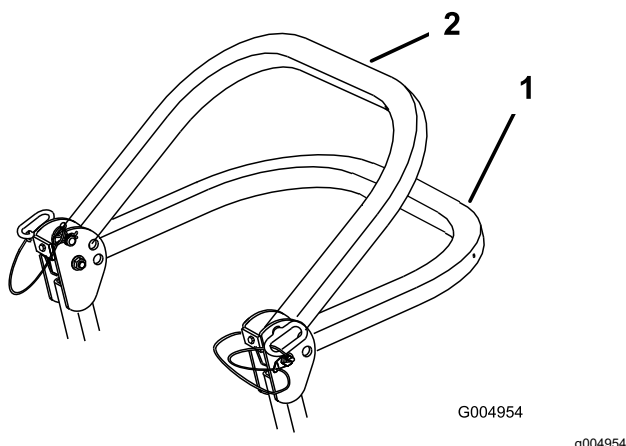

Figure 4
2. Faites pivoter l'arceau de sécurité à la position abaissée (Figure 4).
Remarque: La position abaissée est à 2 niveaux ; voir Figure 4.